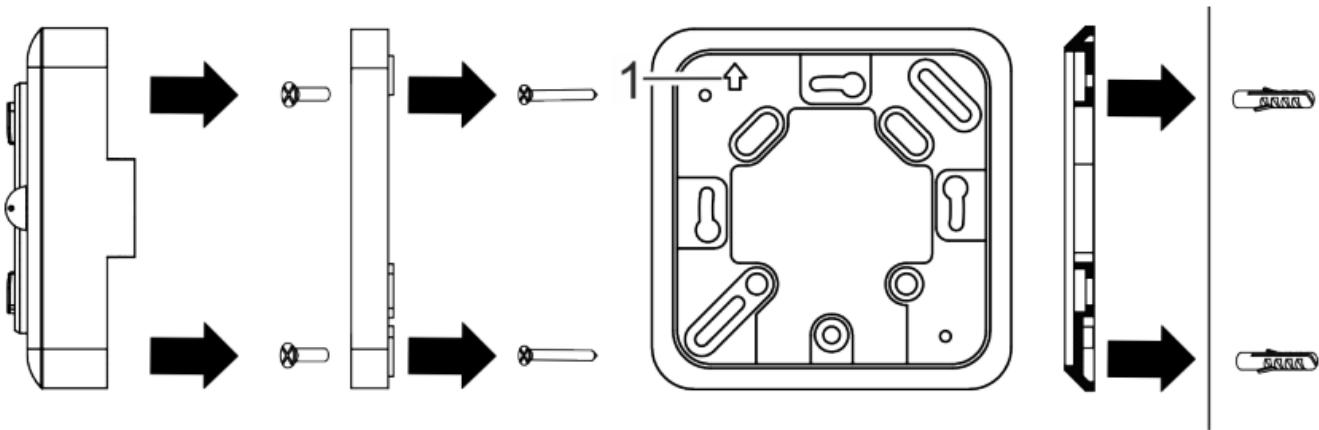

Abb. 5: Gehäuseboden auf Montageplatte montieren
1. Montageplatte mit Schrauben (3,5 x 25 mm) auf die Unterputzdose montieren (Abb. 5).
Der Pfeil (Abb. 5/1) auf der Montageplatte muss nach oben zeigen.
- Den Gehäuseboden des Geräts mit den Schrauben (3 x 6 mm) auf die Montageplatte montieren (Abb. 5).